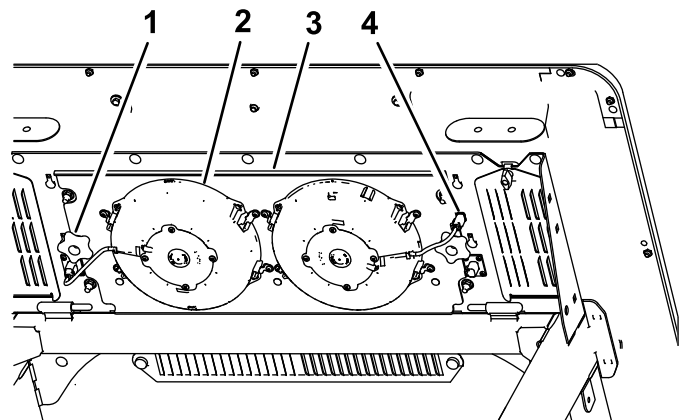

図 58
3. ファン用のプラグとコードをソケットから外す **図 58**。
4. ファンパネルアセンブリとファンをキャブの上部に固定しているノブ2個ボルトを外してアセンブリを外す **図 58**。